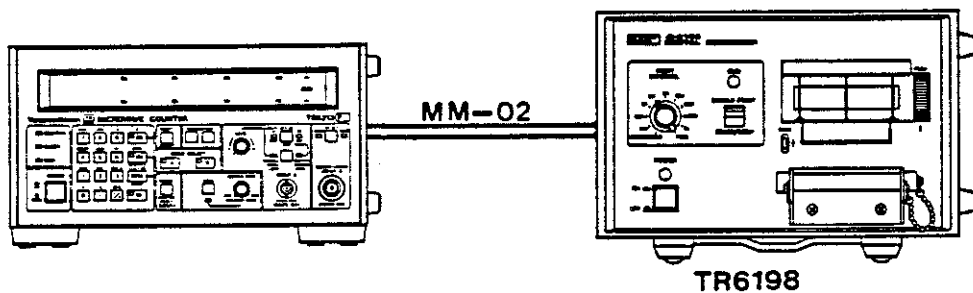

図 8-1 TR6198 との接続
- (1) 接続ケーブルは **MM-02** を使用し、〔図 8-1〕のように接続します。